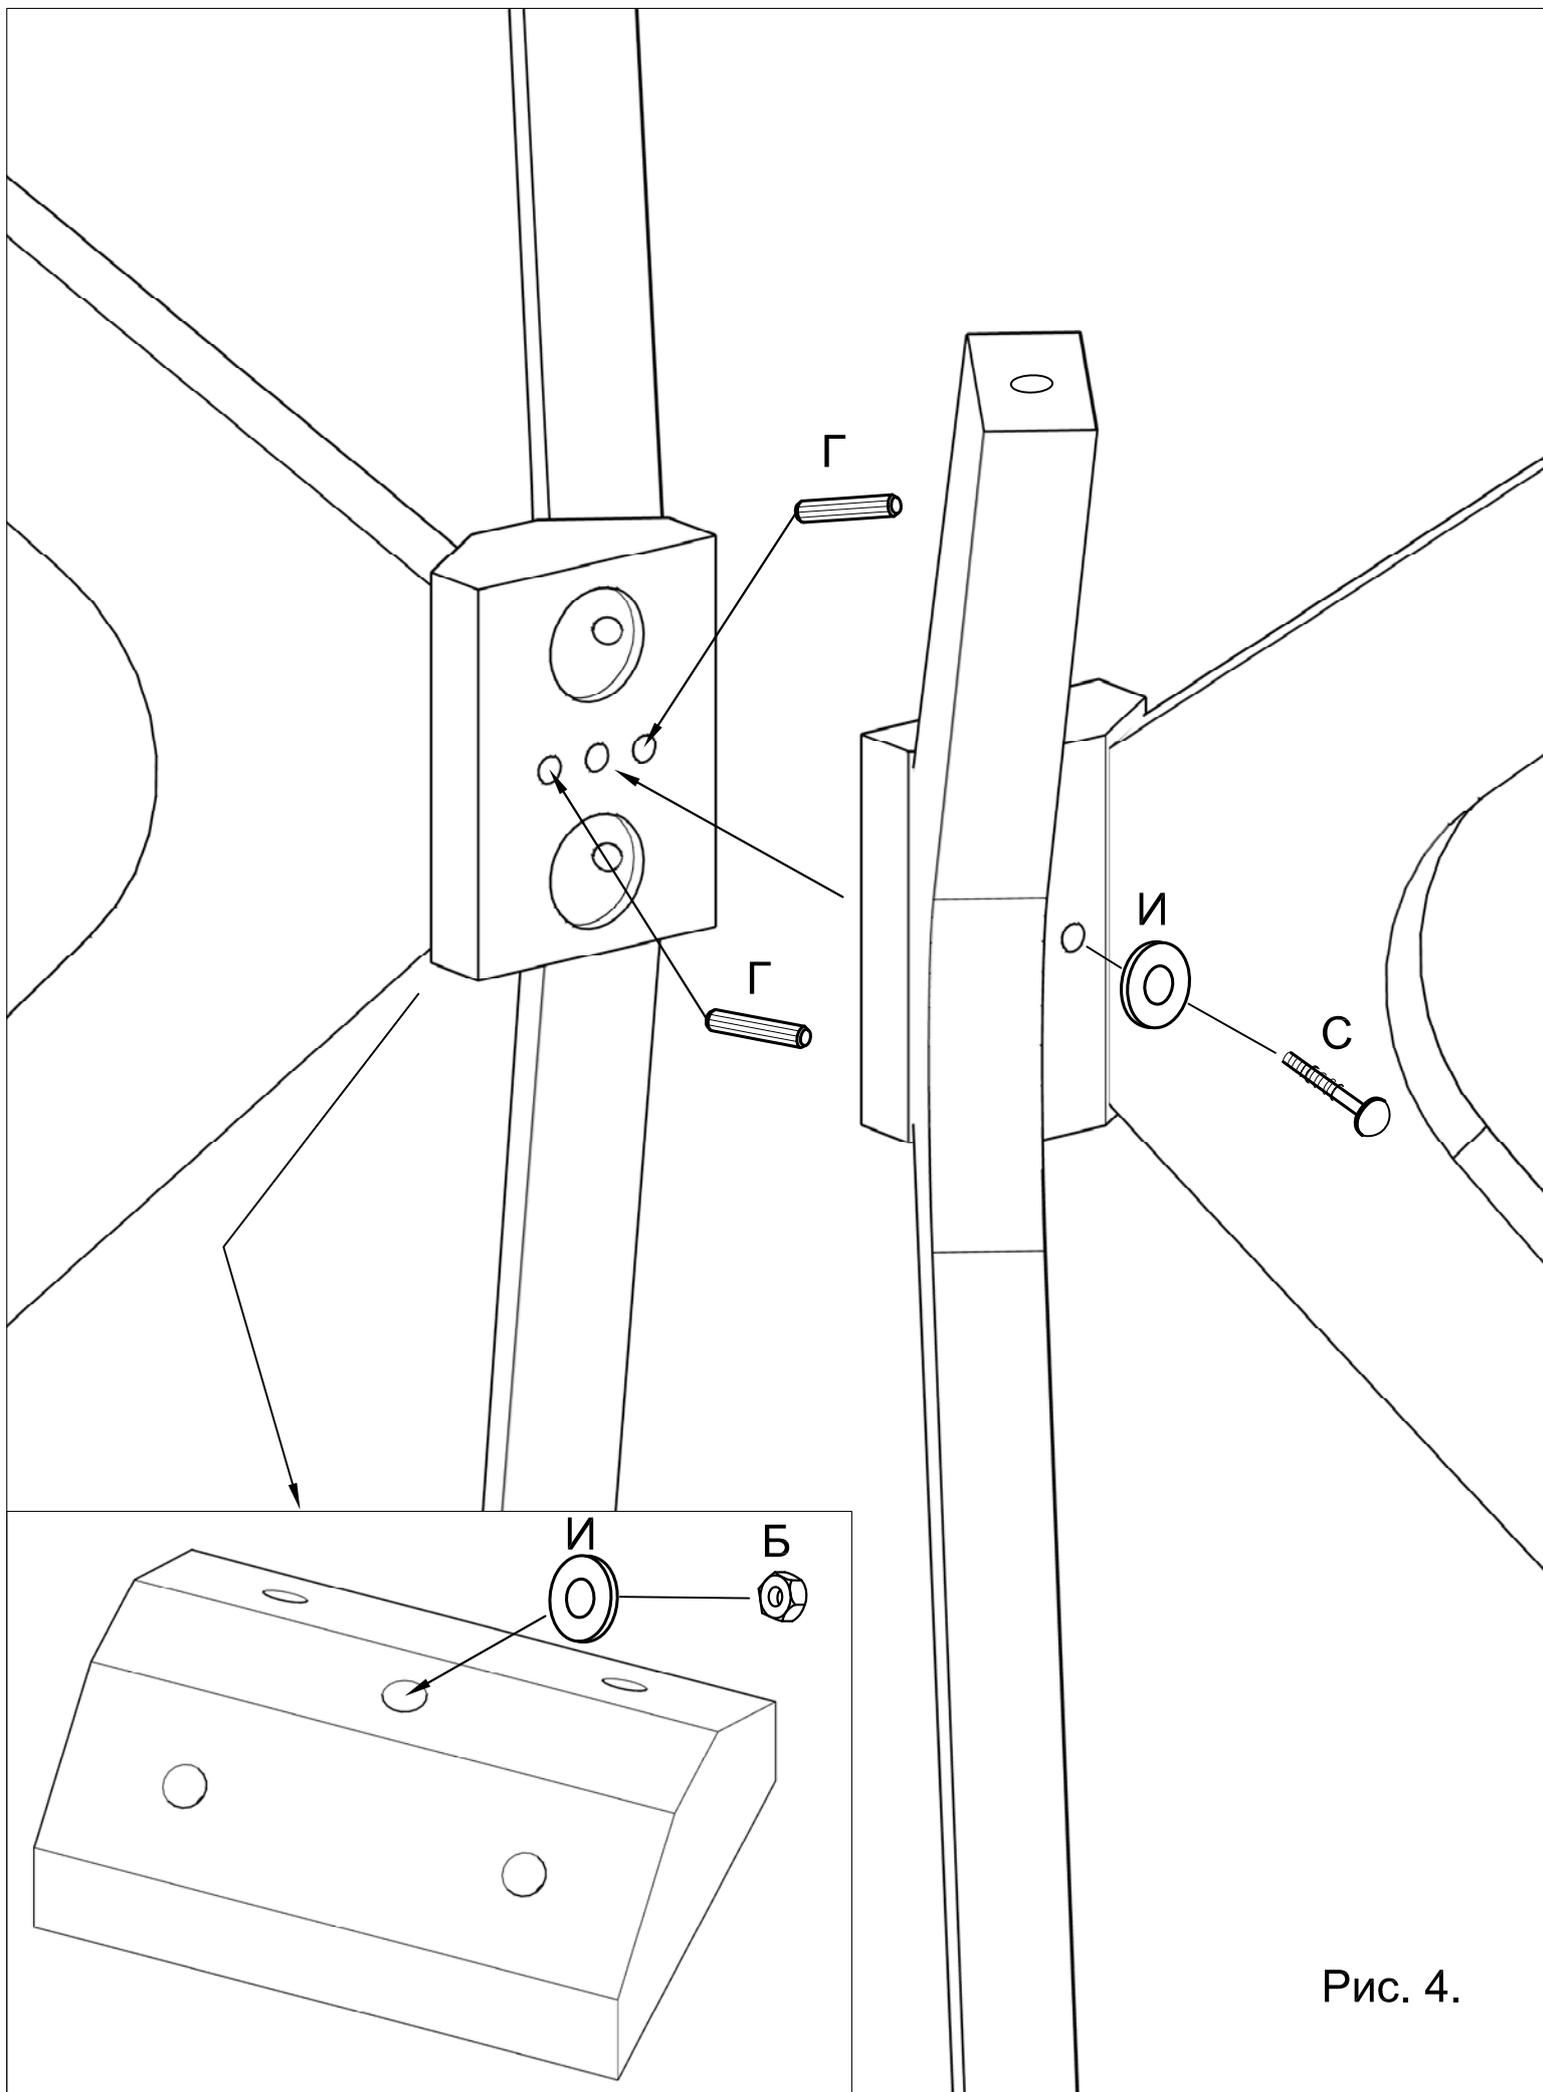

Рис. 4.
- 4.6. Вставить и аккуратно забить до упора шкранты "Г" в отверстия, имеющиеся во внутренней части половинок ЦСНС (рис.4);
- 4.7. Вставить винт "С", подложив под его шляпку шайбу и "И" в центральное отверстие в одной из ЦСНС (рис.4);